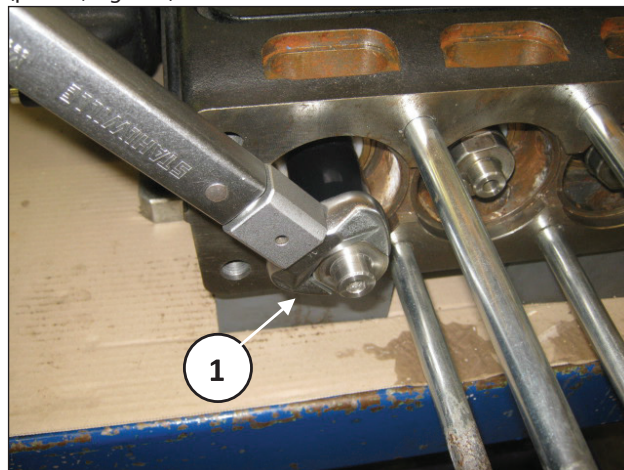

Fig. 129
Montar el distanciador del pistón sobre la bomba y apretar (pos. ①, Fig. 129).